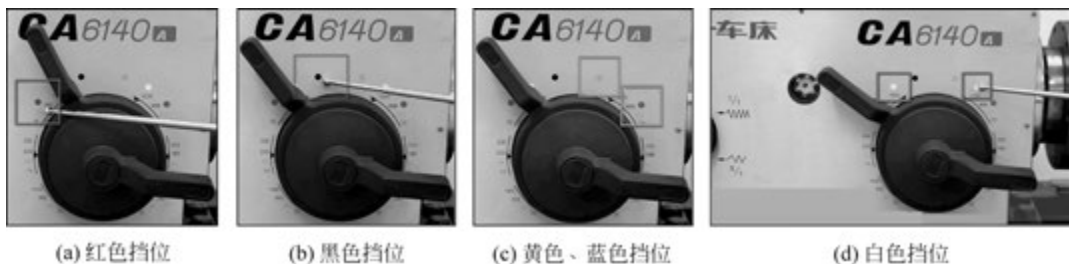

图 1.17 车床主轴箱转速挡位功能
(1) 车床主轴箱转速挡位功能如图 1.17 所示,红色表示高速挡位,黑色表示中速挡位,黄色、蓝色表示低速挡位,白色表示空挡。